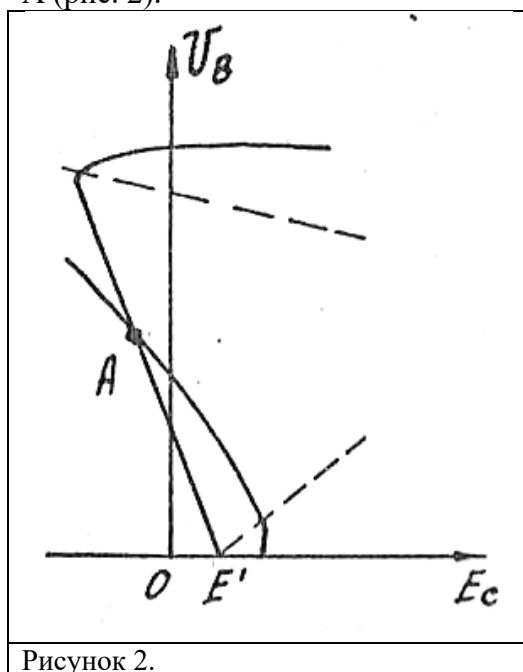

Рисунок 2.
4. При каких значениях SR_y и соотношениях между постоянными времени контура T_k и цепи автосмещения T_{ac} в автогенераторе будет режим прерывистой генерации для точки А (рис. 2).